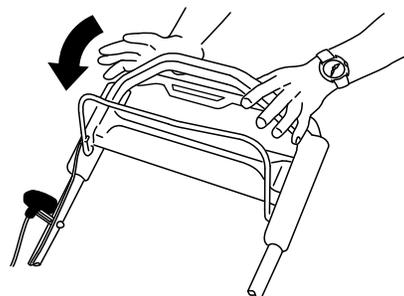

Рисунок 22
Отпустите штангу управления ножом (Рисунок 22).
- Если задняя выпускная заглушка не установлена, возьмите ее за рукоятку, поднимите заднюю дверцу и вставьте ее в желоб заднего выброса, пока защелка не зафиксируется на месте, см. Рисунок 22.